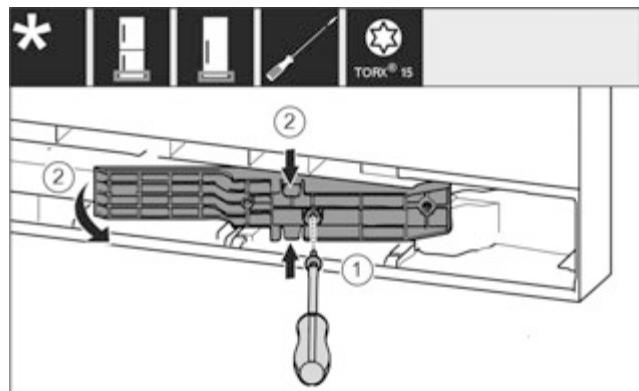

Fig. 18 \*
- Ослабити гвинти за допомогою викрутки Т15. Fig. 18 (1)\*
- Витягнути деталь адаптера. Fig. 18 (2)\*